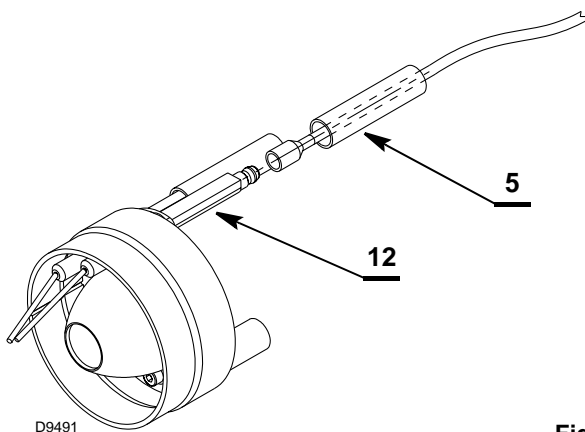

Fig. 27
- Infilare i cavetti 5) (Fig. 27) sugli elettrodi 12), verificando che la tenuta tra terminali cavi - elettrodi sia ben salda (eventualmente stringere i terminali dei cavi), quindi proteggere i terminali con i tubetti isolanti.